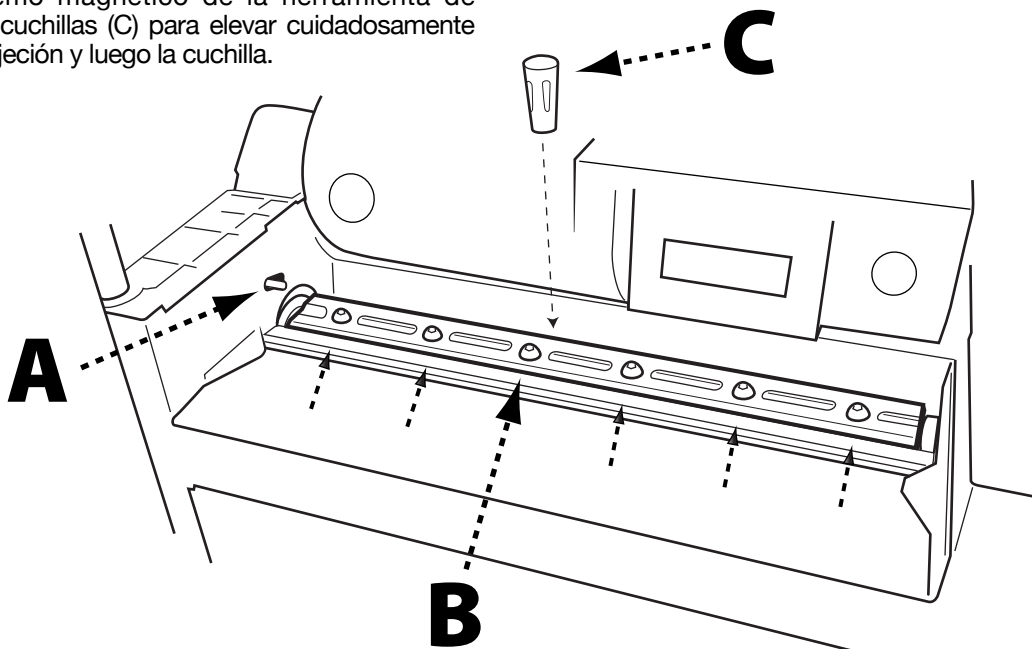

FIGURA 7
3. Bloquee la cabeza de corte en su lugar. Para hacer esto, consulte la Figura 7 y asegúrese de que la pestaña roja de bloqueo activada por muelle (A) esté en la posición delantera. Luego gire lenta y cuidadosamente la cabeza de corte hasta que la pestaña se bloquee en su lugar y la cabeza de corte no se mueva.
4. Usando la llave hexagonal de manija en T suministrada, afloje los seis tornillos (B) que sujetan la barra de sujeción de cada cuchilla y la cuchilla a la cabeza de corte.
5. Use el extremo magnético de la herramienta de remoción de cuchillas (C) para elevar cuidadosamente la barra de sujeción y luego la cuchilla.